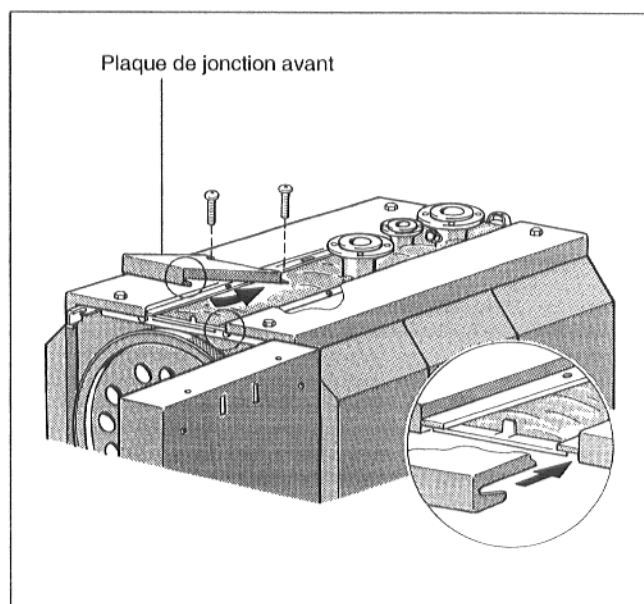

Fig. 17
- Pousser la partie avant du capot vers l'arrière, jusqu'à ce que les deux fentes s'encliquettent à droite et à gauche dans le rebord de la traverse et dans la partie gauche et droite du capot (Fig. 17).
- Visser la partie avant du capot à l'aide de 2 vis Parker (Fig. 17).